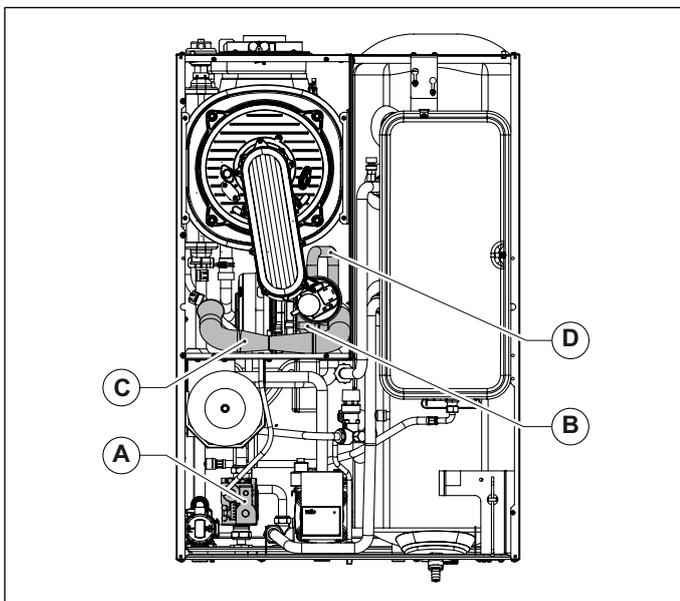

Abb. 28 Ansaugrohr
- Das Ansaugrohr für die Verbrennungsluft demontieren (siehe Abb. 28 Ansaugrohr).
- Verschraubung der Gasleitung von der Mischeinrichtung lösen (siehe Abb. 28 Ansaugrohr).